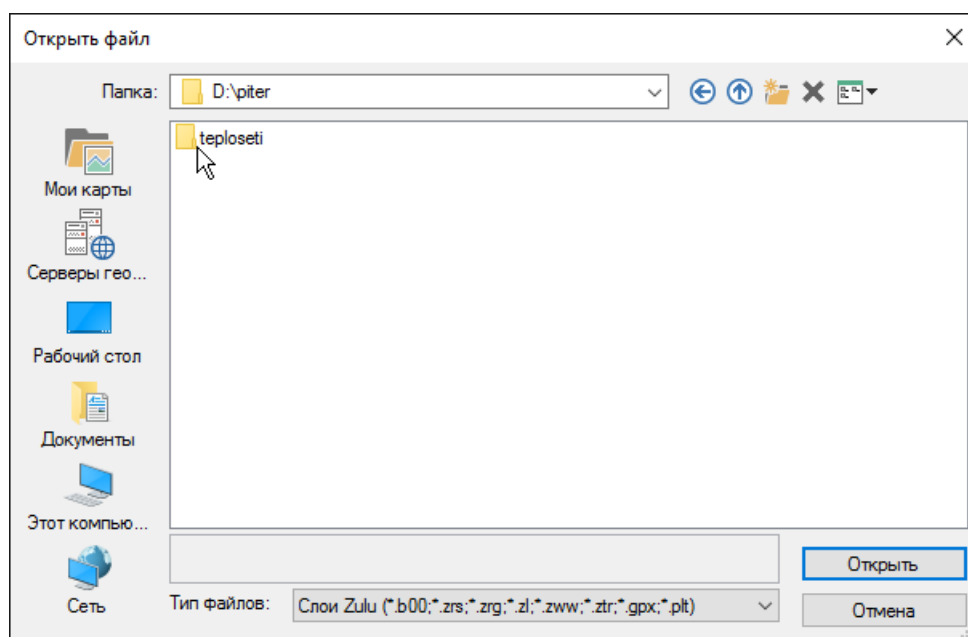

Рисунок 3.10. Диалог выбора слоя
1. Выбрать команду главного меню Карта|Добавить слой, либо нажать кнопку  на панели инструментов. На экране появится диалог выбора слоя. (смотрите Рисунок 3.10, «Диалог выбора слоя»).